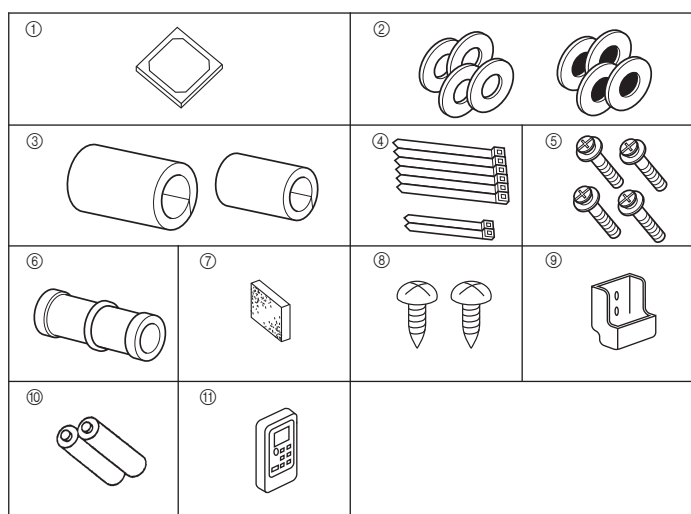

Fig. 4-1
4.1. Controllare gli accessori dell'unità interna (Fig. 4-1)